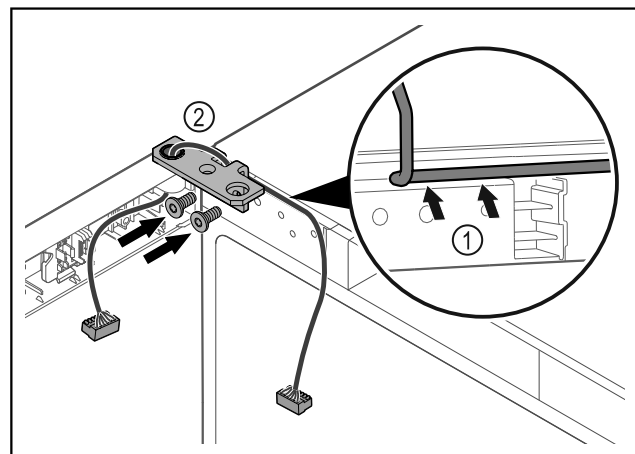

Fig. 58
- Faire passer le câble avec précaution par le trou de l'équerre de charnière Fig. 58 (1).
- Visser l'équerre de charnière Fig. 58 (2).